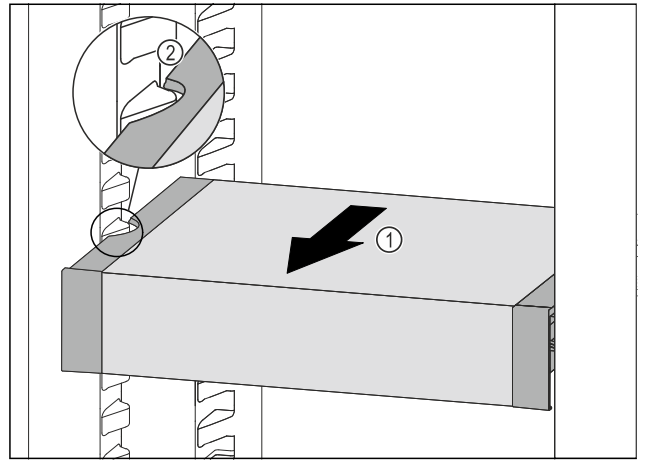

Fig. 121
- ▶ VarioSafe naar voren trekken Fig. 121 (1), tot de uitsparingen aan de zijkant van de VarioSafe zich ter hoogte van de rib in het koelgedeelte bevinden. Fig. 121 (2)